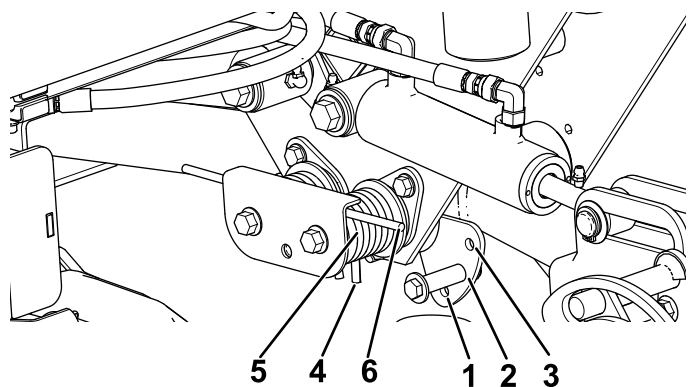

Figura 45
Pentru a modifica configurarea presiunii descendente, placa de captare trebuie îndepărtată pentru a putea schimba cele două arcuri de pe o parte, iar piciorul scurt al arcului trebuie să sprijine acum pe marginea superioară a ansamblului de colectare (Figura 45).
2. Introduceți un tub sau un obiect similar în capătul arcului lung pentru a elibera tensiunea arcului în timpul reglării (Figura 45).
3. În timp ce eliberați tensionarea arcului, îndepărtați urubul și contrapiulia care fixează dispozitivul de acționare al arcului la nivelul consolei (Figura 45).